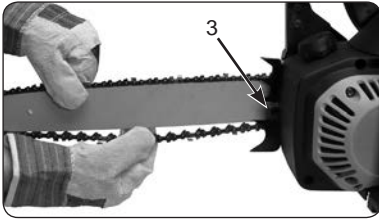

Abb. 5
1. Halten Sie die Spitze der Führungsschiene nach oben und drehen Sie die Justierschraube (D) im Uhrzeigersinn, um die Spannung der Kette zu erhöhen. Eine Drehung der Schraube (D) entgegen dem Uhrzeigersinn lockert die Spannung der Kette. Stellen Sie sicher, dass die Kette ganz um die Führungsschiene angelegt ist (Abb. 5).